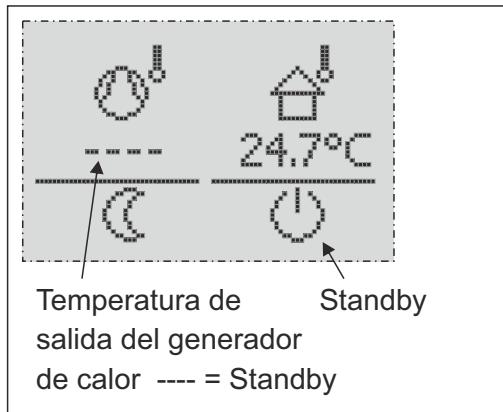

Figura 2-2
**¡ATENCIÓN!** Si se encontraba en modo de espera (Figura 2-2), deberá esperar hasta que aparezca el icono "Calefaccion" y se muestre la temperatura de salida del generador de calor (Figura 2-3). **Este proceso puede tardar hasta 5 minutos.**